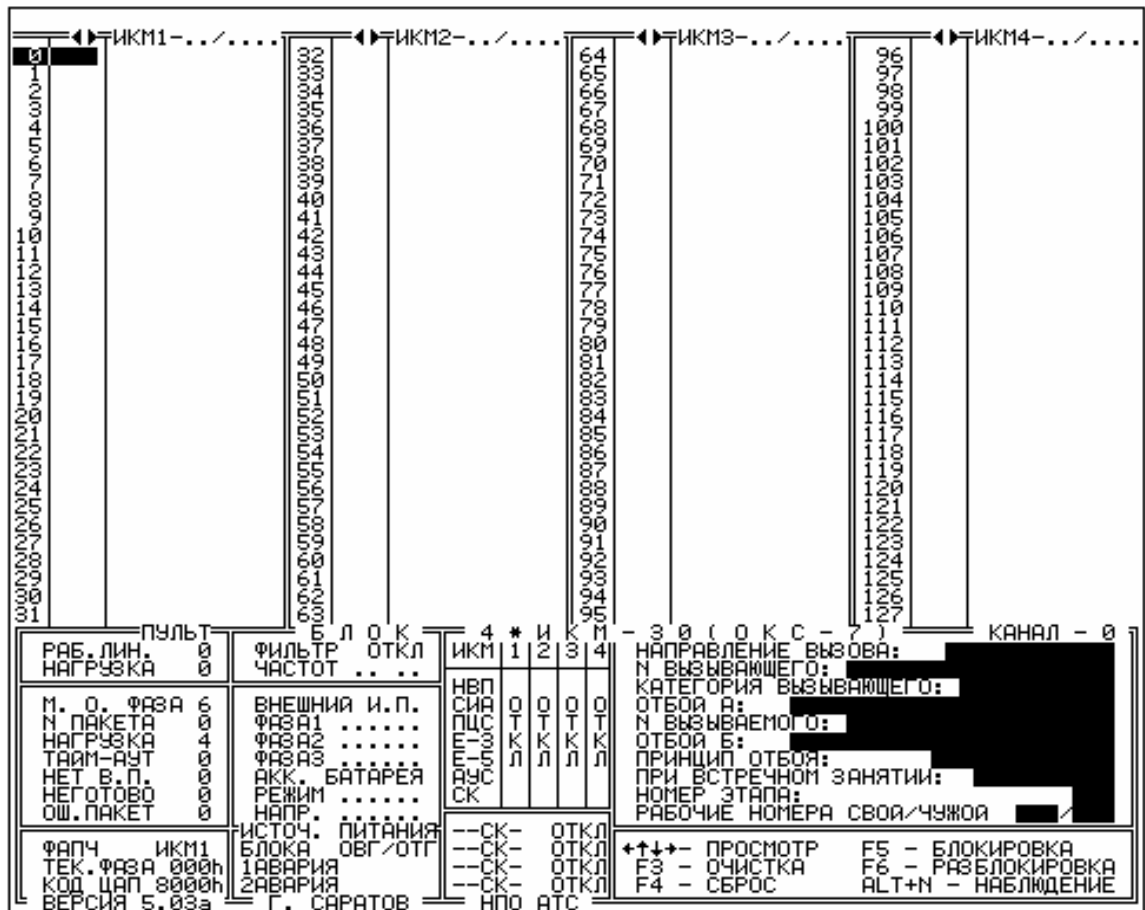

Рис. 1. Вид главного экрана БЛОКа.
3.1. После запуска БЛОКа на терминале (при его наличие) появляется изображение, показанное на рис. 1. Аналогичное изображение можно наблюдать на экране центрального коммутатора, Центра Технического Обслуживания или сервисного компьютера подключенного к последовательному (СОМ 1) порту БЛОКа.